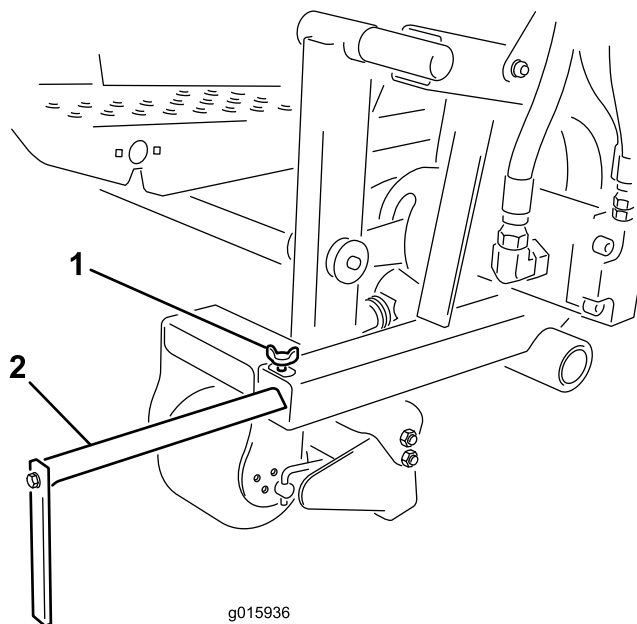

Figura 18
Afloje el tornillo de ajuste y mueva la guía de alineación a la posición deseada (Figura 18).
1. Afloje el tornillo y ajuste la guía de alineación hacia adelante o hacia atrás a la posición deseada (Figura 18).